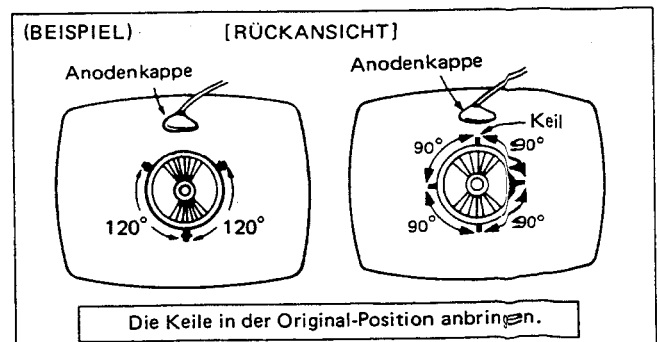

Abb. B-10
9. Setzen Sie die Keile wie in Abb. B-10 gezeigt ein, um beste Umfangskonvergenz zu erzielen.